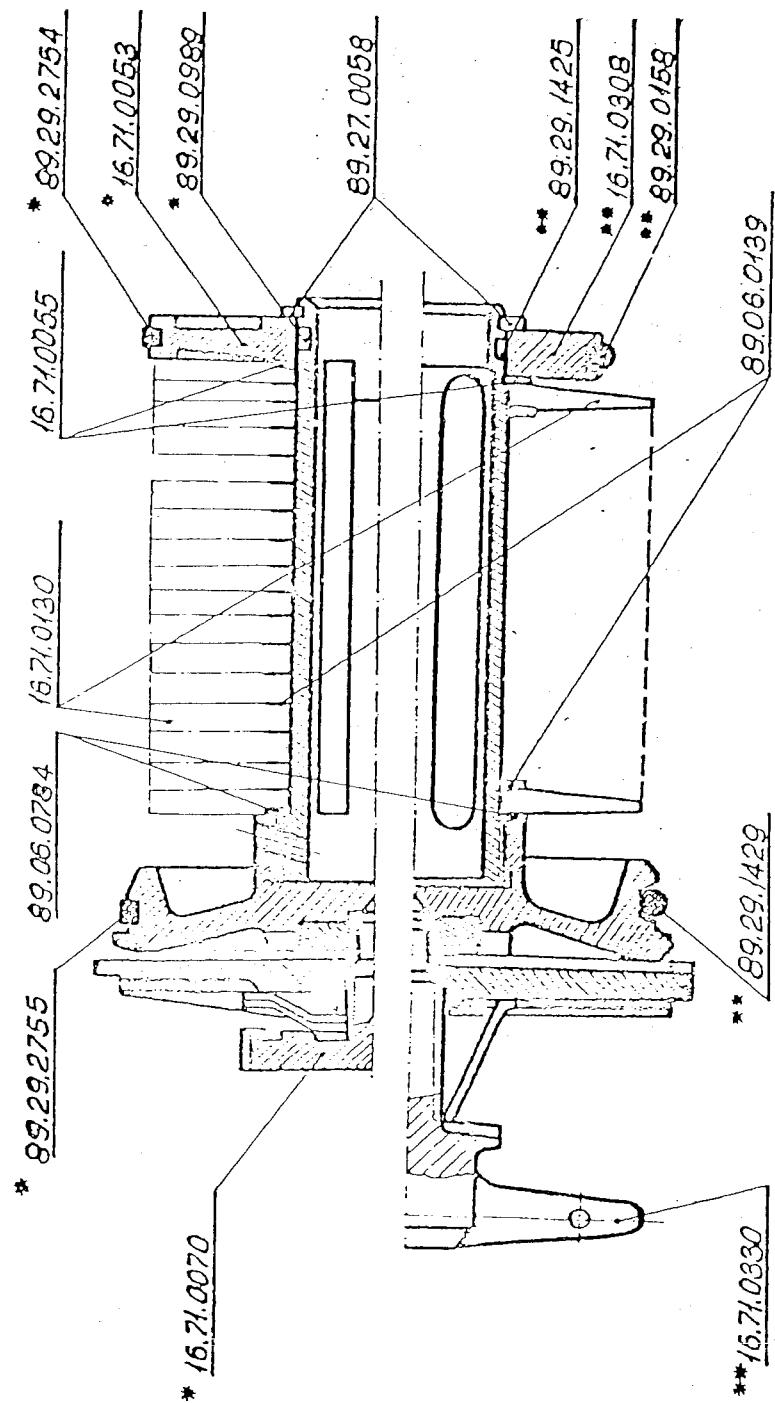

Рис. 7.7. Схема маслфильтра.
Способ выполнения работ (рис. 7.7.)
5. Узлы и детали, обозначенные на рис. 7.7. одной звездочкой, устанавливаются только в маслфильтры двигателей первой серии, а двумя звездочками – в маслфильтры двигателей II, III и IV серий и могут устанавливаться в маслфильтры двигателей I серии при условии замены корпуса фильтра.